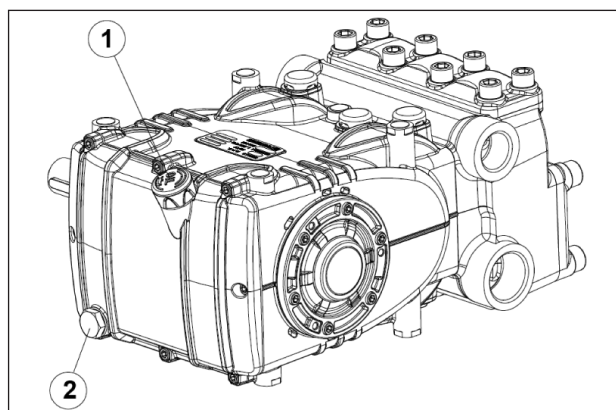

Fig. 3
Desde la varilla de nivel de aceite pos. ①, Fig. 3.
El control correcto del nivel de aceite se realiza con la bomba a temperatura ambiente, el cambio de aceite va realizado con la bomba a temperatura de funcionamiento retirando: la varilla de nivel de aceite pos. ①, y, a continuación, el tapón pos. ②, Fig. 3. El control del aceite y el cambio se han de realizar como se indica en la tabla Fig. 14 del capítulo 11.
Introducir una sonda de temperatura en el tapón de descarga de aceite pos. ② Fig. 3.